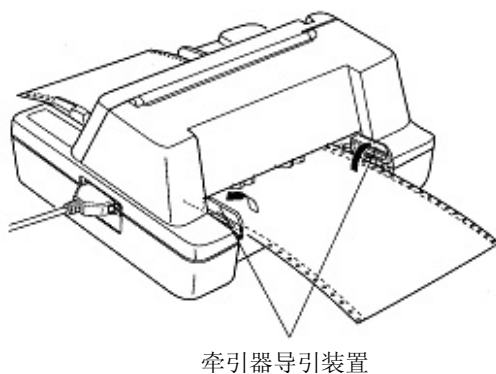

图 3-7 将连续纸安装在牵引器上
4. 打开链齿盖，将纸装入链齿轮（如图 3-7 所示），再合上链齿盖。